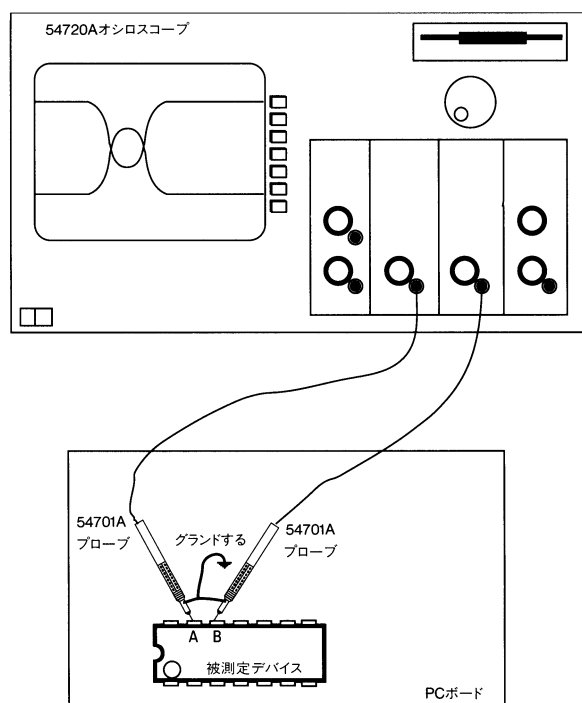

図7 ポイントA、Bは差動ECL信号の出力(Q)および反転出力(Q)である。
1. 図7のように、2本の54701A プローブを差動信号の2つのサイドに接続する。